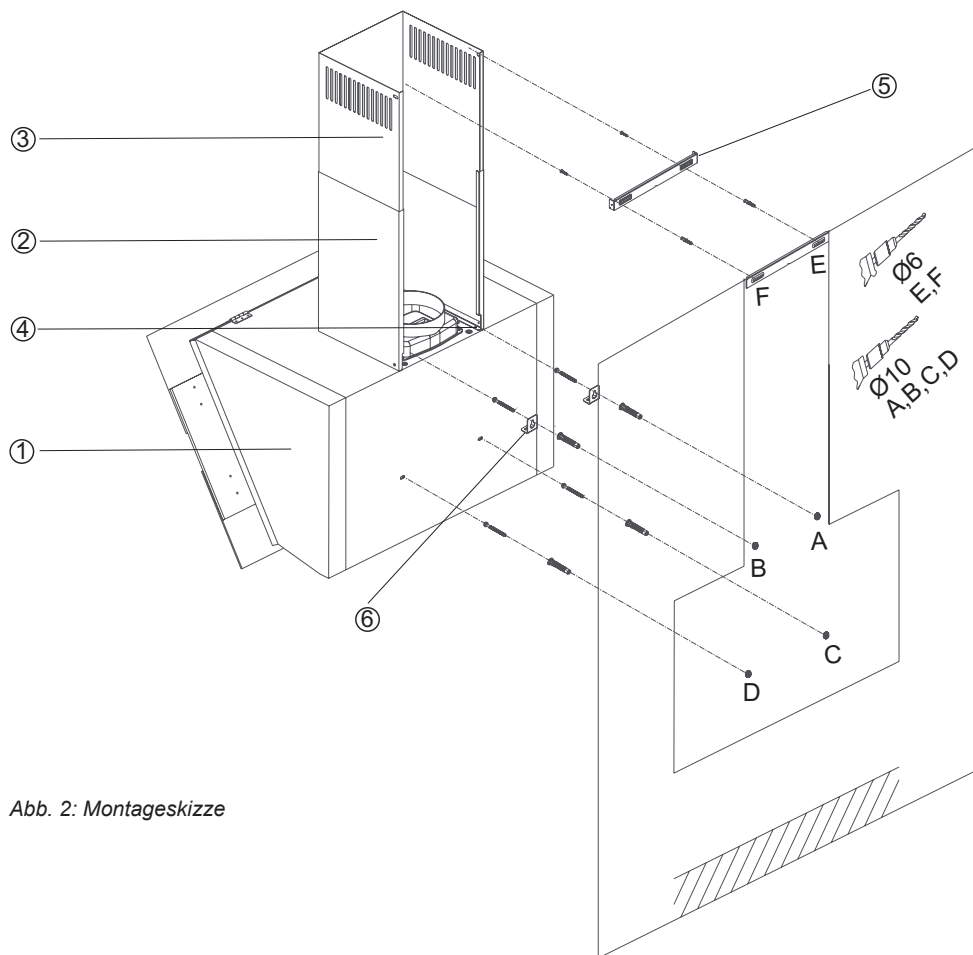

Abb. 2: Montageskizze
Der Elektroanschluss erfolgt an eine Steckdose die hinter dem Grund- oder Teleskopschacht (⇒ Abb. 2) anzubauen ist.
- Löcher der Befestigungspunkte A, B, C und D bohren, Dübel einsetzen und die Schrauben an den Punkten A+B zu $\frac{3}{4}$ eindrehen (\Leftrightarrow Abb. 2) Die Montagewinkel oben hinten am Haubenkörper mit den 2 Schrauben M5 befestigen (\Leftrightarrow Abb. 2).
Grund- und Teleskopschacht (⇔ Abb. 2 S.14) werden nun montiert.